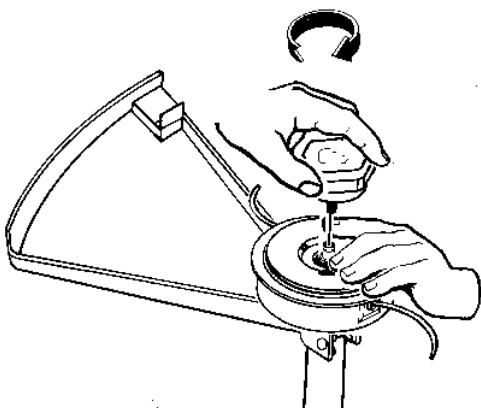

Fig. 19
10. Continuar aplicando presión en el carrete hasta que la perilla pueda roscarse en sentido de las manecillas del reloj dentro del husillo. Apretar bien la perilla únicamente con la mano (Fig. 19).